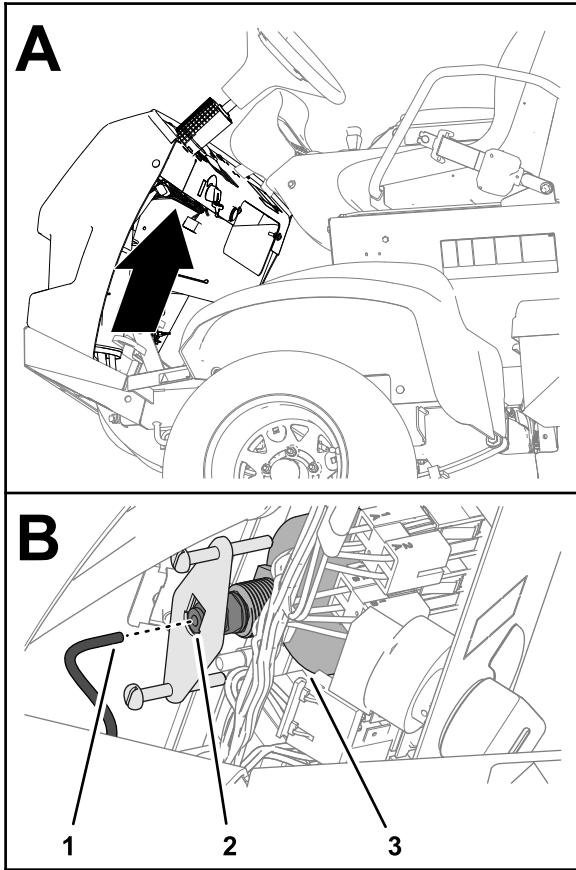

Figura 123
1. Introduzca el tubo del manómetro en el acoplamiento del tubo situado en la parte trasera del manómetro (Figura 123).